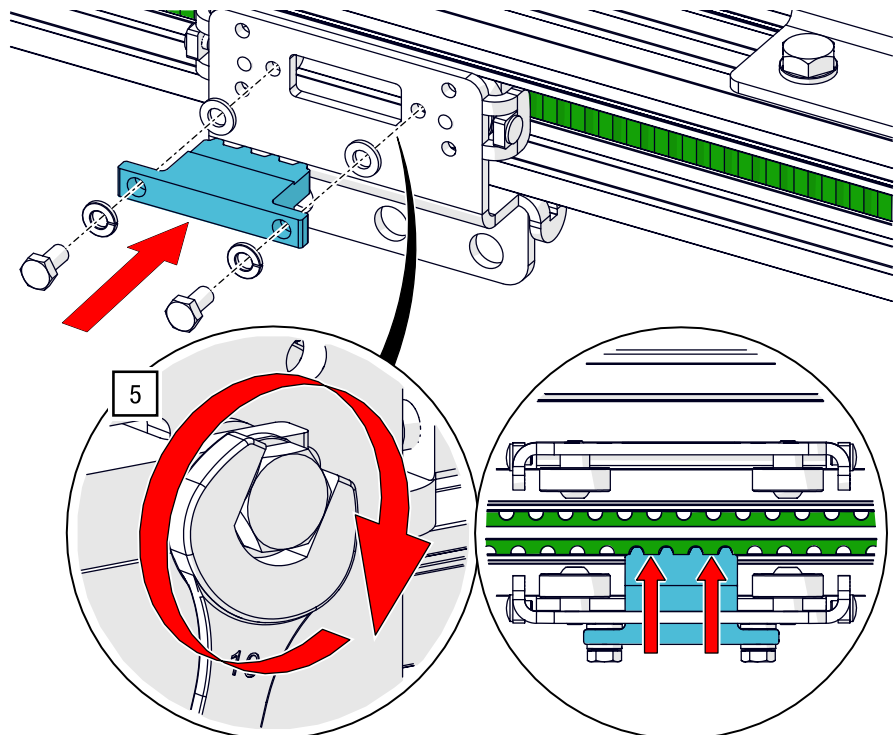

Abb. 85: Zahnriemenmontage – Zugwagen mit dem Riemenkamm befestigen
5. Ziehen Sie den zweiten Zugwagen ebenfalls in Position „Vorhang geschlossen“, setzen Sie den Kamm ein und verschrauben Sie diesen mit einem Gabelschlüssel SW 10 handfest (siehe Abb. 85).